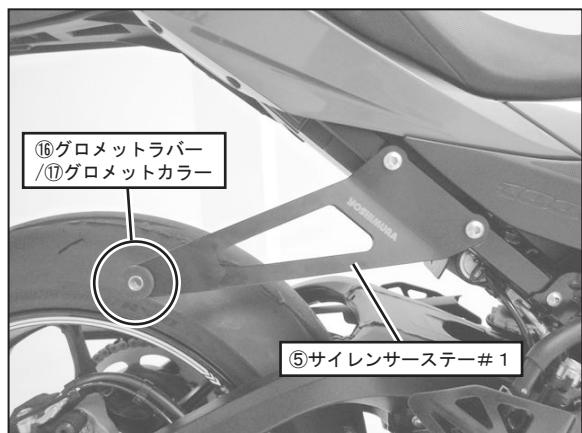

FIG. 1
5. 左右のタンデムステップを取り外し、⑤サイレンサーステー#1に⑯グロメットラバー、⑰グロメットカラーを取り付けてから純正ボルトを使用して車体に規定トルクで締め付けて下さい。 (FIG. 1参照)